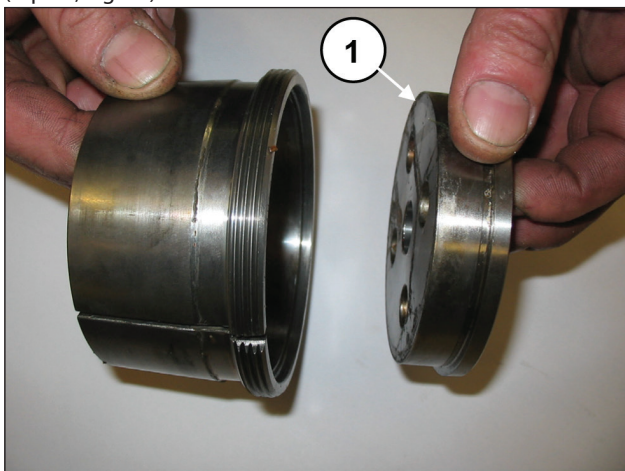

Fig. 22
Désassembler la bride de maintien de la douille de pression (rep. ①, Fig. 22).